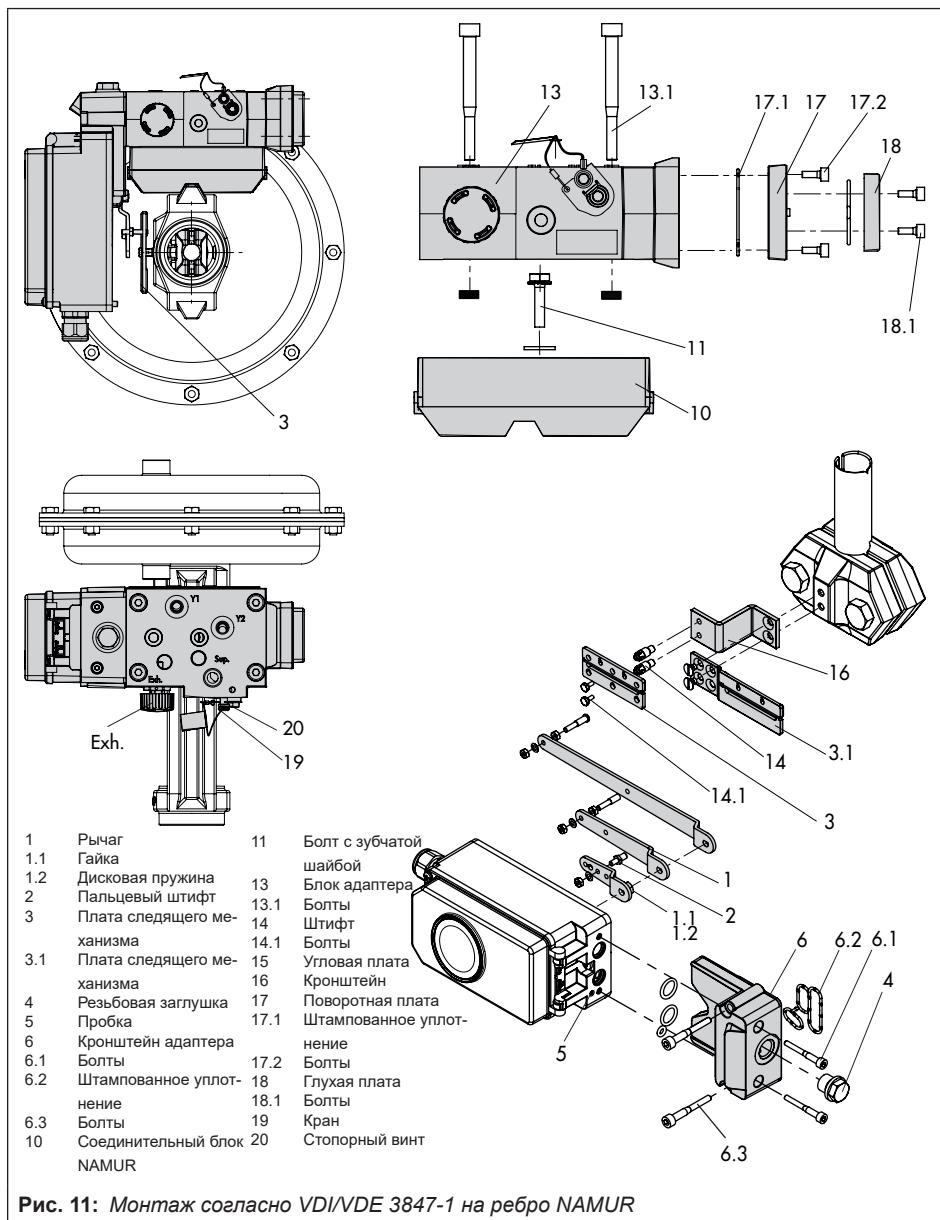

Рис. 11: Монтаж согласно VDI/VDE 3847-1 на ребро NAMUR
- Рычаг (1) при усилии пружин должен укладываться на зажим следящего механизма.
- Зафиксируйте позиционер с помощью двух крепежных болтов (6.3) на блоке адаптера (13). Следите за правильностью положения штампованного уплотнения (6.2).
12. Установите крышку (11) на раме с противоположной стороны. Убедитесь, что при установленном регулирующем клапане штуцер сброса воздуха обращен вниз, так как это необходимо для оттока скопившейся конденсационной влаги.
- Монтаж на ребре NAMUR (см. Рис. 11)**
- 1. Клапан серии 240, размер привода до 1400–60 см²:** оба болта (14) в зависимости от исполнения следует зафиксировать на кронштейне соединительной муфты или напрямую на соединительной муфте, плату следящего механизма (3) необходимо установить и зафиксировать болтами (14.1).
- Клапан Тип 3254, размер привода 1400–120 см² до 2800 см²:** оба болта (14) зафиксируйте на кронштейне (16).
- Закрепите кронштейн (16) на соединительной муфте, установите плату следящего механизма (3) и затяните болтами (14.1).
- Позиционер монтируется на ребре NAMUR по указаниям в Рис. 11.
2. При **монтаже на ребре NAMUR** закрепите соединительный блок NAMUR (10) на прямую в отверстии рамы с помощью болта и зубчатой шайбы (11). Установите маркировку на соединительном блоке NAMUR на стороне, обозначенной 1, на 50% хода.
- У клапанов стержневой конструкции с угловой платой (15), расположенной вокруг стержня: завинтите четыре стопорных штифта в соединительный блок NAMUR (10). Установите соединительный блок NAMUR на стержень, а с обратной стороны – угловую плату (15). Закрепите угловую плату при помощи гаек и зубчатых шайб на стопорных штифтах. Установите маркировку на соединительном блоке NAMUR на стороне, обозначенной 1, на 50% хода.
3. Установите кронштейн адаптера (6) на позиционер и зафиксируйте болтами (6.1), следите за правильностью положения уплотнительных колец. Убедитесь в правильности положения уплотнений. У позиционеров, используемых **с вентиляцией полости пружин**, перед монтажом удалите пробку (5). У позиционеров, используемых **без вентиляции полости пружин**, замените резьбовую заглушку (4) на вентиляционную пробку.
- Выберите требуемый рычаг (1) M, L или XL, а также положение штифта в зависимости от размера привода и хода клапана в таблице значений хода на стр. 27.